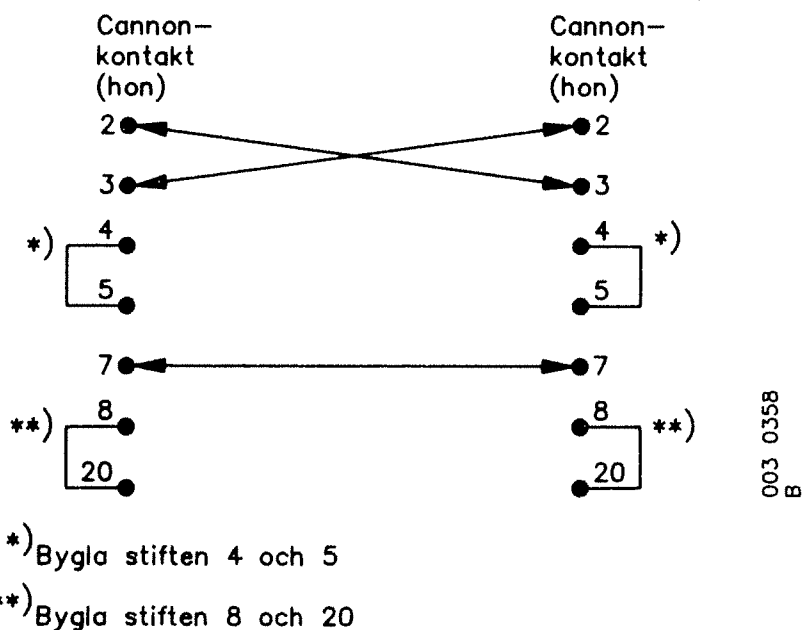

Bild 28. Kabel med Cannonkontakter
5.6.7 Kopplingschema över kabel mellan terminal-terminal, bild 28.